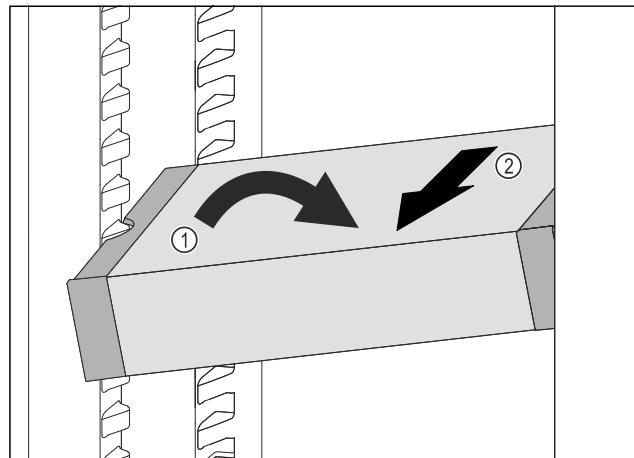

Fig. 102
- Poziționați oblic VarioSafe în frigider. Fig. 102 (1)
- Extragăti VarioSafe spre înațime. Fig. 102 (2)